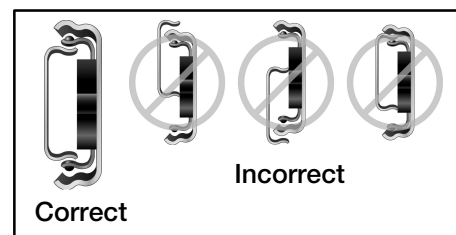

Figure 19
- Remettez le tiroir en place en l'alignant sur les glissières. S'assurer que les glissières du socle et du tiroir sont correctement alignées (voir la **Figure 19**).